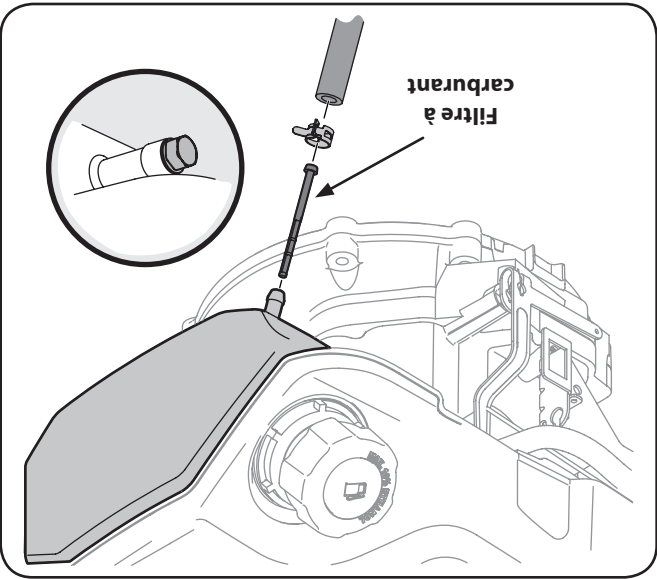

Figure 6-8
2. Enlevez la bride en C de la canalisation de carburant et débarrassez celle-ci du réservoir de carburant. Voir la Fig. 6-8.